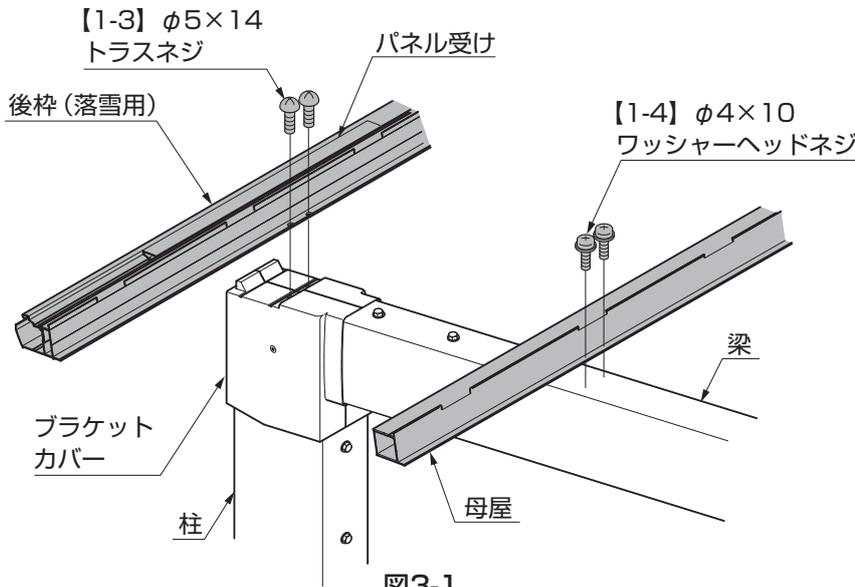

図3-1
- ①後枠(落雪用)をブラケットカバーに【1-3】で取付けてください。(図3-1参照)